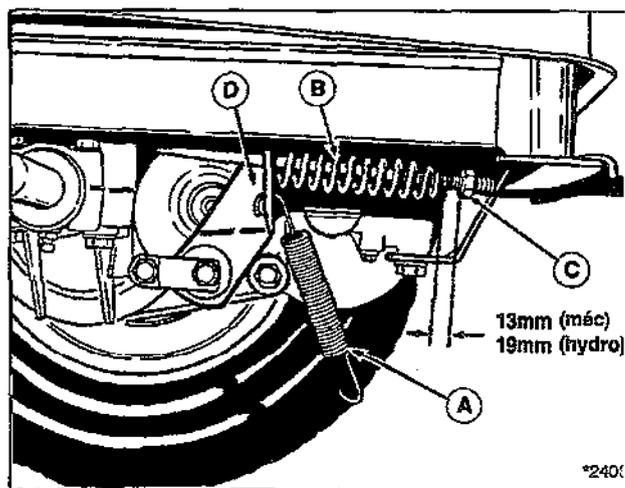

Figure 27. - Tringle d'embrsyage-frein
2. **Détacher l'extrémité** du ressort de tension (A, figure 27).
3. Pousser le ressort de compression (B), vers l'arbre du frein. Sur les **modèles mécaniques**, il doit y avoir un **écart de 12,7 mm** entre le ressort de compression (B) et l'écrou C (voir figure 27). Sur les modeles hydro, il doit y avoir un **écart de 19 mm** entre le ressort de compression (B) et l'écrou (C).